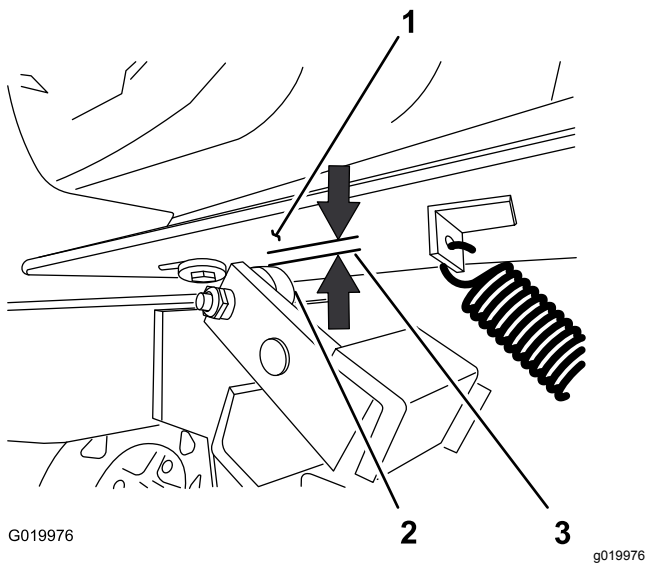

Figura 65
5. Mida la holgura entre la chapa del motor y el rodillo del embrague (Figura 65).